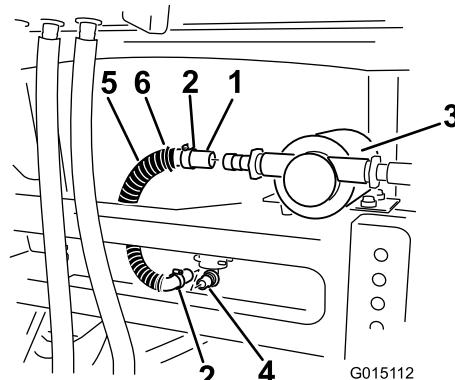

Figura 24
- Conecte un extremo de la manguera al acoplamiento de 90 grados situado en el fondo del depósito de enjuague (Figura 24).
10. Instale la tapa sobre la bomba e introduzca las pestañas de la tapa en las ranuras del travesaño del bastidor (Figura 24).